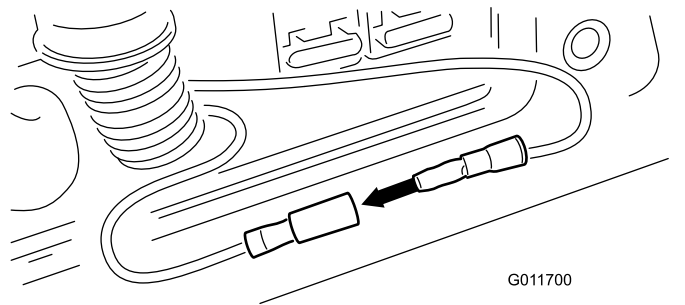

Figure 63
4. Coupez le contact, retirez le capuchon des câbles et connectez les câbles ensemble (Figure 63).